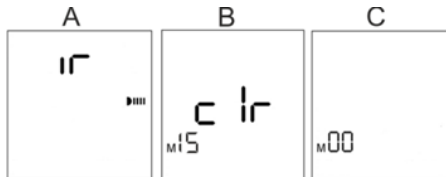

Abb. 11: Messwerte löschen
- 2) Warten Sie, bis das Display blinkend [c Ir] anzeigt (siehe Abb. 11 C).
⇒ Ein Signalton ertönt und das Display zeigt dauerhaft [c Ir] an (siehe Abb. 11/B).
[M00] an (siehe Abb. 11/C).